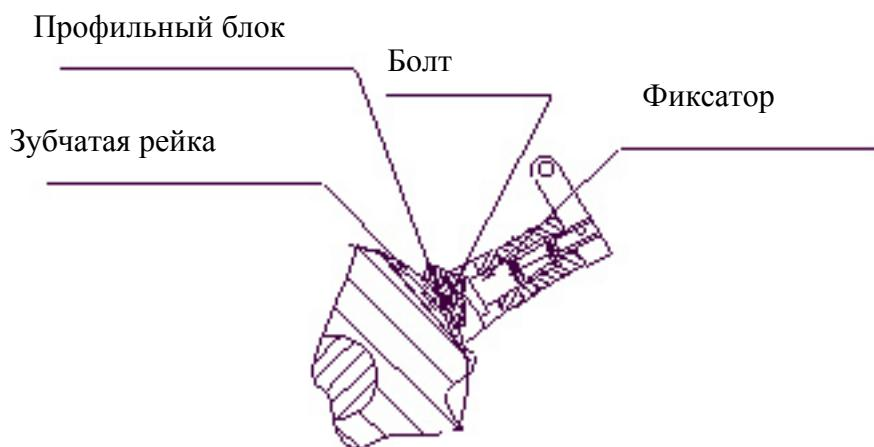

Рис. 6
- #### 3.3.5. После этого машина должна сделать один удар, после чего остановите ее. Внимательно осмотрите пробный лист, если на нем не осталось засечек, отпустите болт, как показано на рис. 6, и выберите нужное положение профильного блока по отношению к зубчатой рейке. Этим Вы выберите нужное давление и дистанцию между плитами.